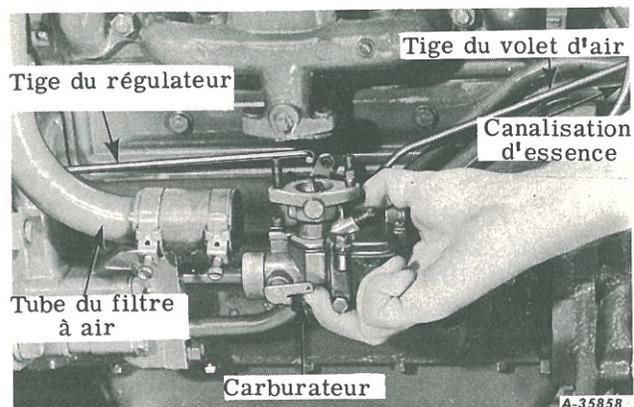

Figure 27.- Démontage du carburateur.
6. Dévissez les 2 écrous avec rondelles Grower qui fixent le carburateur au collecteur et retirez le carburateur complet. Voyez figure 27.